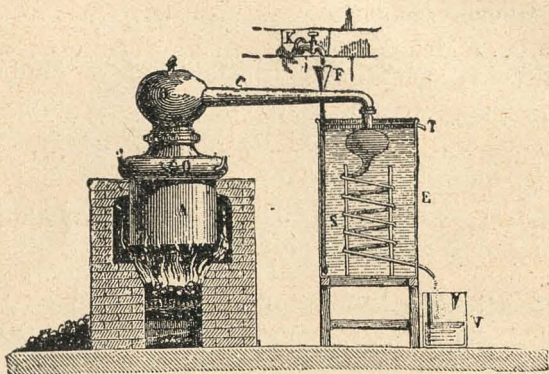

Fig. 98.—Alambique
6. **Alambique.**—El alambique, (fig. 98) que sirve particularmente para la destilación del agua y del alcohol, se compone esencialmente de una *caldera* ó *cucúrbita* *A*, de un *capitel* *B* y de un serpentín *S*, enfriado en un vaso *E* lleno de agua fría (*refrigerante*); un tubo *F* con-